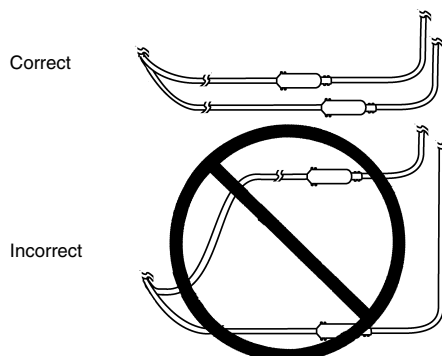

Figure 2. Tunnellisation des deux électrodes-extensions
- Si deux électrodes sont implantées, tunneller les extensions de manière à minimiser l'espace entre les deux (Figure 2). Si les électrodes-extensions sont tunnellisées en boucle et que le patient est exposé à des sources d'interférences électromagnétiques (système de détection de vol par exemple), il pourra ressentir une augmentation temporaire de la stimulation décrite comme inconfortable par certains patients (sensation de secousse ou de choc).